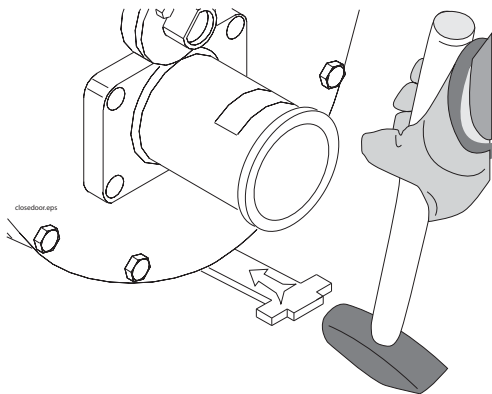

Figura 27
- Asegúrese de que la puerta de limpieza esté bien cerrada y bloqueada golpeando suavemente con su martillo en el extremo de la manija con forma de "T" (Figura 27).